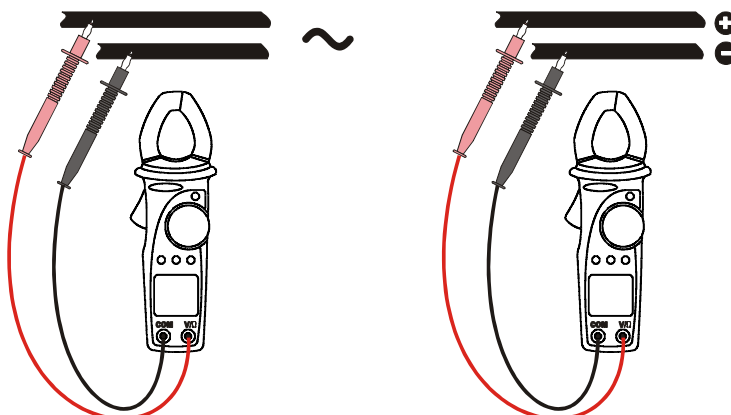

Fig. 4: medida de voltaje CA Fig. 5: medida de voltaje CC
2. Inserte el cable rojo en el terminal de entrada V/ Ω y el cable negro en el terminal de entrada COM (vea Fig. 4 o Fig. 5). Para operar con más comodidad use el capuchón de goma para alojar la punta roja (vea Fig. 3).